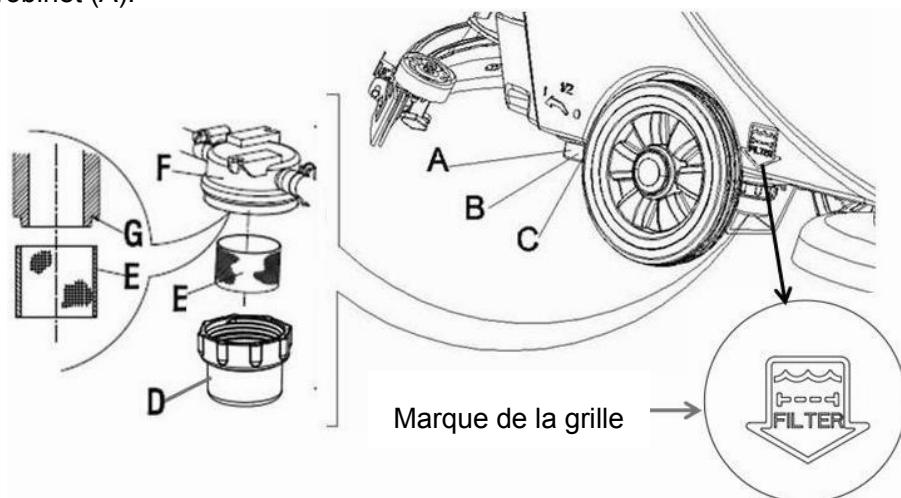

Figure 17
3. Appuyez sur l'interrupteur d'alimentation (41) sur la position "O" pour éteindre la machine.
4. Fermez le robinet d'arrivée d'eau (A, Figure 17) (située au bas de la machine, derrière les roues). Position B : robinet ouvert et position C : robinet fermé.
5. Retirez le couvercle transparent (D) puis retirez le filtre (E) et installez-les sur le boîtier du filtre (F) après le nettoyage.